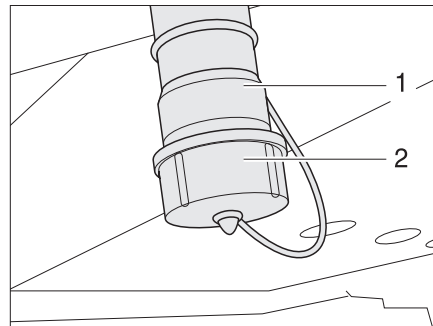

Fig. 263 Bec d'écoulement des eaux usées
Il est possible de raccorder une conduite au bec d'écoulement des eaux usées (Fig. 263,3).
- Dévisser et retirer le cache (Fig. 263,4) du bec d'écoulement des eaux usées (Fig. 263,3) en tournant d'un quart de tour dans le sens des aiguilles d'une montre.